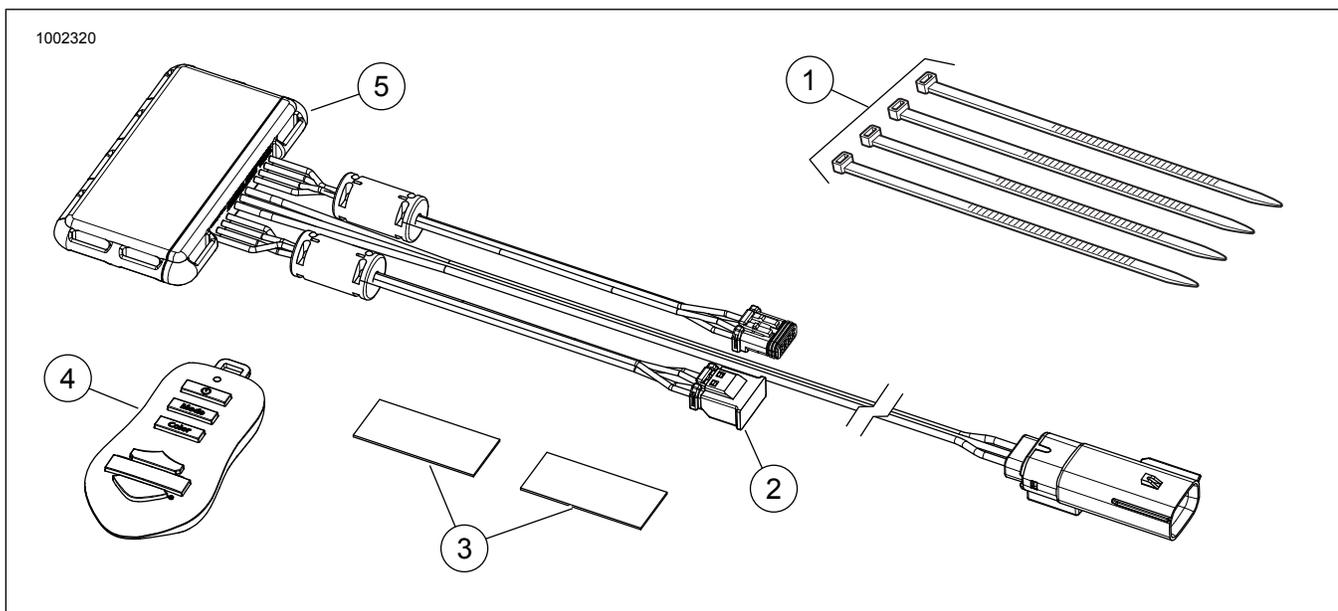

Рисунок 2. Запасные части для комплекта контроллера подсветки Spectra Glo
См. рис. 2. и Таблица 1.
5. См. рис. 2. Для установки контроллера (5) выберите подходящее место под сиденьем или за левой боковой крышкой. Используйте двустороннюю ленту (3), входящую в комплект, или стяжки кабеля (1).